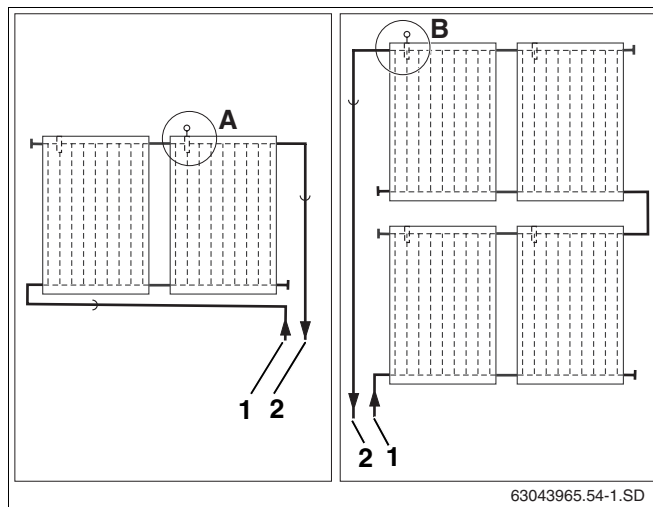

Fig. 50 Posto d'installazione della sonda del collettore (rappresentazione schematica)
Rispettare il posto d'installazione per sistemi di collettori ad una ovvero due serie (fig. 50).
La sonda del collettore deve essere montata nel collettore con la tubazione di mandata già collegata (fig. 50, **pos. 2**).
- Posto d'installazione (fig. 50, **pos. A**) per sistemi di collettori ad una serie, con tubazione di mandata a destra.
- Luogo dell'installazione (fig. 50, **pos. B**) per sistemi di collettori a due serie, con tubazione di mandata a sinistra.